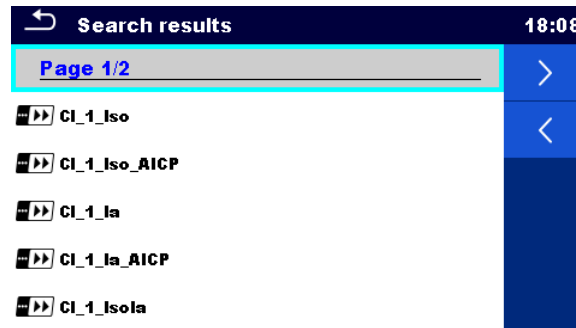
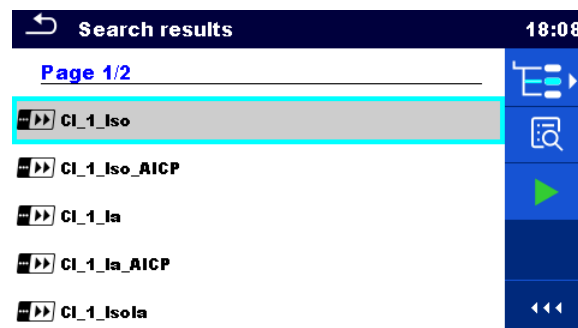

Abbildung 7.1: Bildschirm Suchergebnisse - Seitenansicht
Abbildung 7.2: Bildschirm Suchergebnisse mit Auto Sequences® ausgewählt
| ④ |  | Suchen | Durchsucht die aktive Auto Sequence® Gruppe entsprechend der eingestellten Filter. Die Ergebnisse sind im Bildschirm Suchergebnisse dargestellt Abbildung 7.1 and Abbildung 7.2.. |